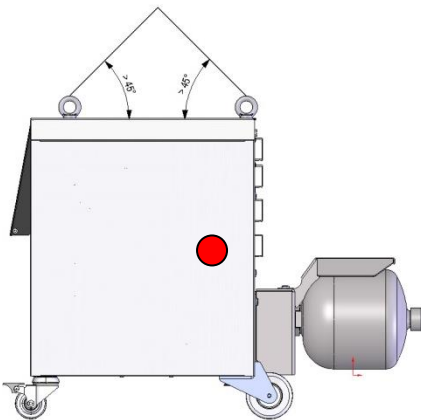

Abb. 6: Anschlagpunkte
1. Seile und Gurte entsprechend Abb. 6 anschlagen.
2. Sicherstellen, dass die Umschalteneinheit gerade hängt, aussermittigen Schwerpunkt (→ ● Abb. 6) beachten.